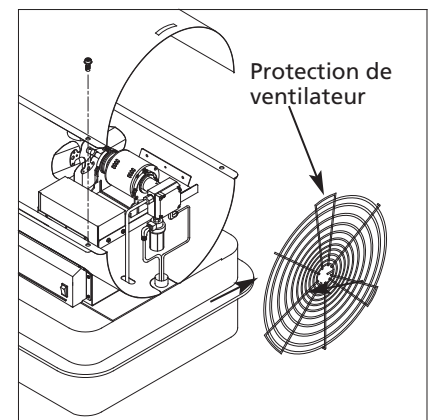

Figure 16 - Démontez la protection du ventilateur
- Déposer la protection du ventilateur (voir la Figure 16).
- Utiliser une clé de 3/8 po et serrer la canalisation de carburant (B) au niveau de la pompe et de son filtre à carburant.